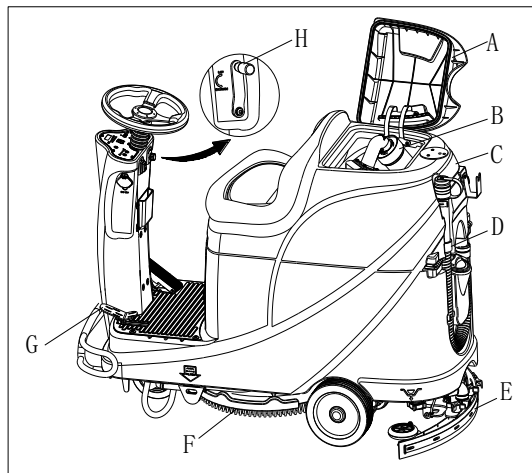

Figura 13
Un sistema di spegnimento automatico a galleggiante (B, Figura 13) blocca il sistema di aspirazione di recupero quando serbatoio dell'acqua di recupero (C) è pieno. La disattivazione del sistema di aspirazione è segnalata da un improvviso aumento della frequenza di rumore del motore di aspirazione, inoltre il pavimento non viene asciugato.
Quando il serbatoio di recupero dell'acqua (C, Figura 13) è pieno, svuotarlo seguendo la seguente procedura.